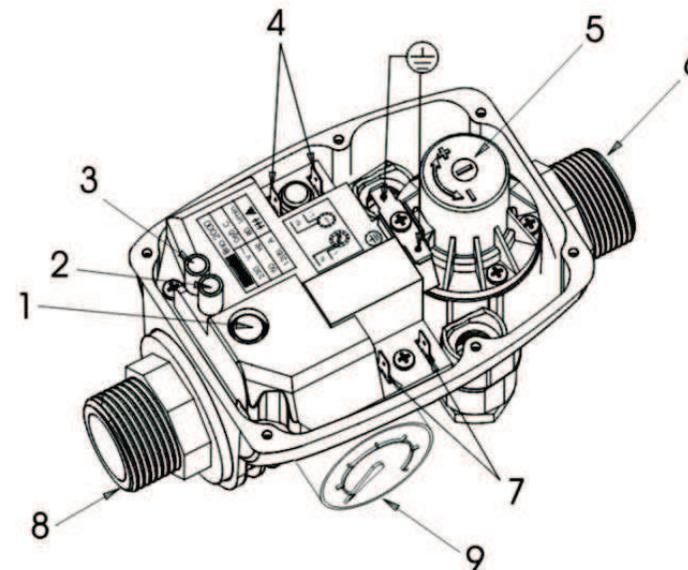

Рис. 1
Общий вид блока представлен на рис. 1
6.2 Защита от сухого хода. Красный индикатор "ЗАЩИТА" (поз 2, рис. 1) загорается с выключением электронасоса, сигнализируя об опасности сухого хода. Убедитесь что всасывающая магистраль заполнена водой, затем запустите электронасос, нажав кнопку "СБРОС" (поз 1, рис. 1).
Установите блок или в вертикальном или в горизонтальном положении в любой точке, расположенной между подачей насоса и первой точкой водоразбора (кран) таким образом, чтобы входное отверстие (поз 8, рис. 1) соединялось с направлением выхода потока воды из насоса, а выходное отверстие (поз 6, рис. 1) соответствовало направлению потока в трубопроводе. Удостоверьтесь в полной герметичности гидравлических соединений. В случае использования электронасоса с максимальным давлением выше 10 атм. необходимо установить редуктор давления на входе в блок.
6.3 С помощью клемм (поз. 4 и 7, рис. 1) подключите блок к насосу и электросети.
6.4 Стартовое давление срабатывания настроено на 1,0 атм., что является оптимальным значением. Настроить давление срабатывания можно с помощью регулировочного винта, расположенного на верхней части блока (поз. 5, рис. 1).